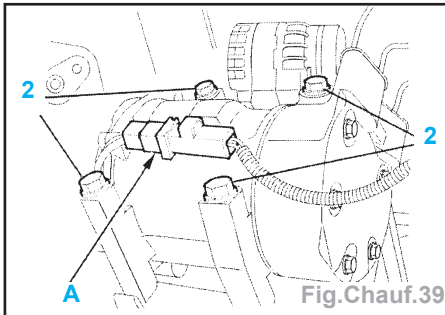

Fig.Chauf.39
- Déconnecter l'alimentation électrique (A) du compresseur (Fig.Chauf.39).
- Dévisser les vis (2) et déposer le compresseur avec les vis (2).